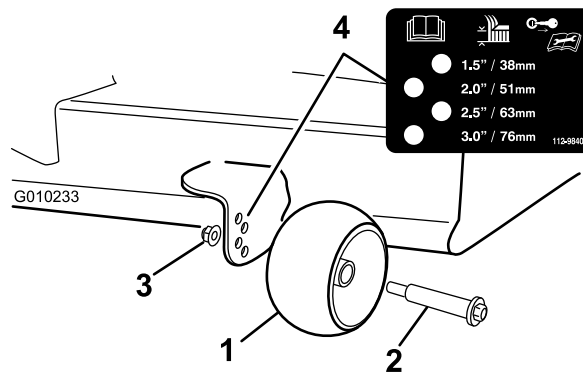

Рисунок 29
3. Установите защитные валики (Рисунок 29) в отверстия, соответствующие ближайшему положению высоты скашивания.